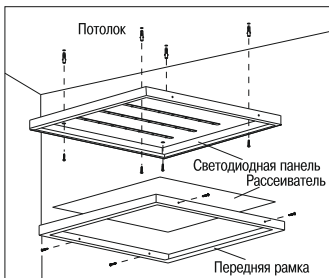

Рисунок 1
- на торце панели отвернуть винты крепления передней рамки (рисунок 1).
5.2.2 Накладной монтаж светодиодной панели осуществляется непосредственно на поверхность потолка с креплением светильника через отверстия в корпусе (рисунок 1). Крепёж для накладного способа монтажа в комплекте не поставляется.